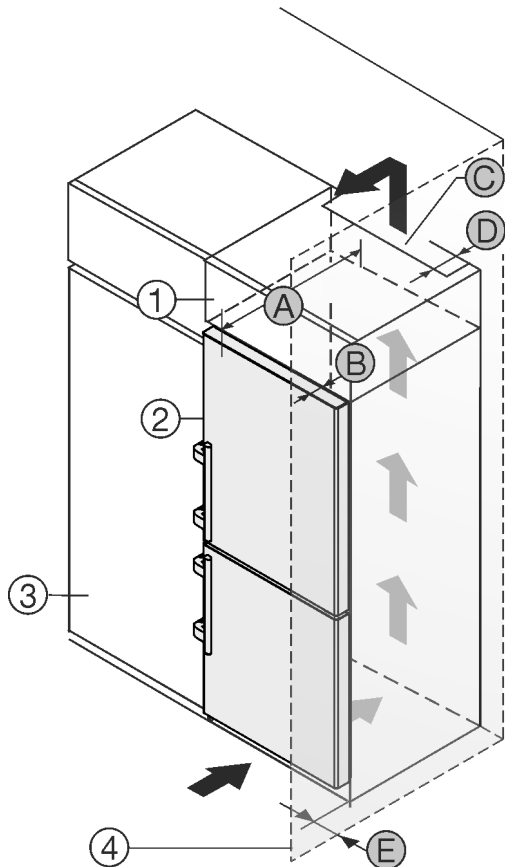

Fig. 47
El aparato se puede rodear de armarios de cocina. Para adaptar el aparato Fig. 47 (2) a la altura de la cocina, se puede instalar un armario Fig. 47 (1) correspondiente sobre el aparato.
Si el aparato se coloca directamente junto a un armario de cocina Fig. 47 (3), es necesario respetar una distancia mínima de 5 cm al aparato. Para poder abrir totalmente la puerta, el aparato debe sobresalir sobre la profundidad Fig. 47 (B) del frente del armario de cocina. El aparato puede sobresalir más en función de la profundidad de los armarios de cocina y del uso de los distanciadores de pared.
- En la parte trasera del armario superior debe haber una cámara de escape de aire con una profundidad Fig. 47 (D) por toda la anchura del armario.
- Bajo el techo de la habitación debe mantenerse la sección transversal de ventilación Fig. 47 (C).
Si el aparato se instala con las bisagras junto a una pared Fig. 47 (4), debe mantenerse la distancia Fig. 47 (E) entre el aparato y la pared. Esto equivale al saliente del tirador con la puerta abierta.